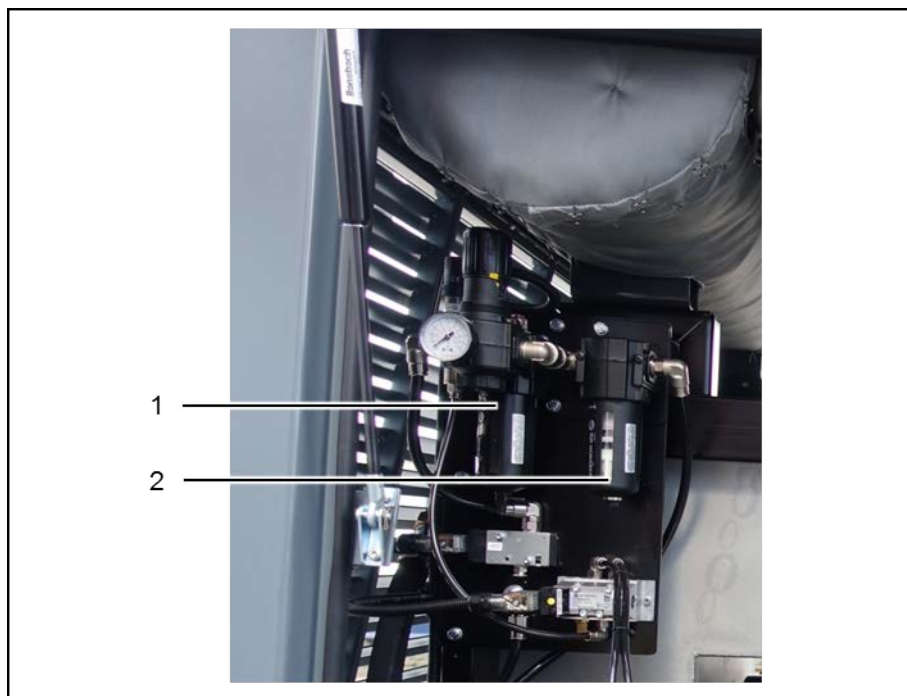

Рис. 22: пневмоблок
2. Поверните масляный бачок (Рис. 22: поз. 1) влево, чтобы открыть байонетный замок, и снимите его.
4. Установите масляный бачок (Рис. 22: поз. 1) в масленку и поверните его вправо до фиксации байонетного замка.
2. Поверните корпус фильтра сжатого воздуха (Рис. 22: поз. 2) влево, чтобы открыть байонетный замок, и снимите корпус.
5. Вставьте корпус фильтра (Рис. 22: поз. 2) вместе с фильтром сжатого воздуха на место и поверните вправо до фиксации байонетного замка.